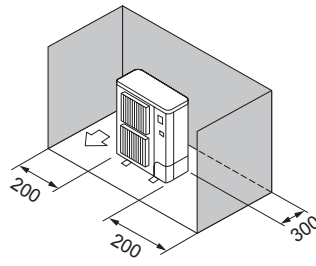

Fig. 2-8
- ③ Obstáculos apenas na parte de trás e nos lados (Fig. 2-8)